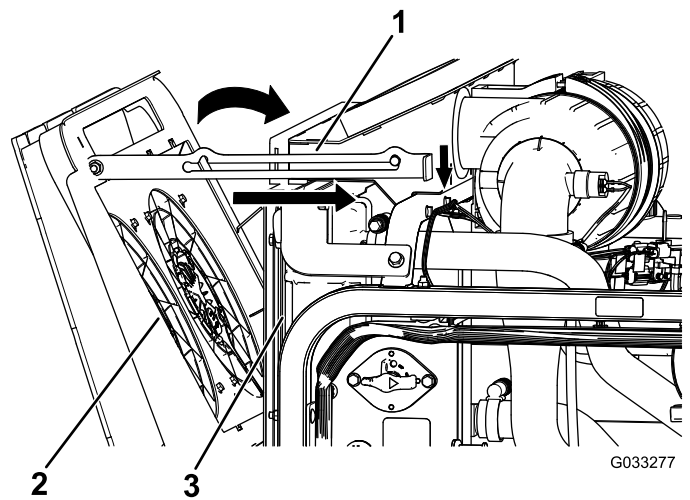

Figura 118
4. Gire hacia adelante los ventiladores de refrigeración del motor, y enganche la varilla de sujeción en la muesca (Figura 118).